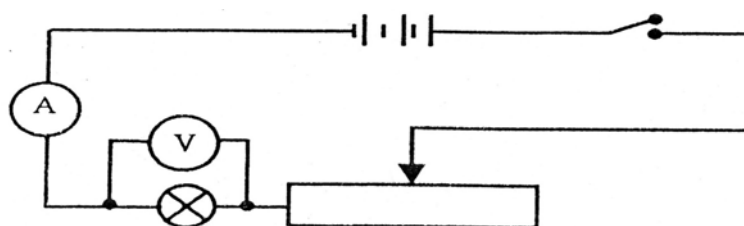

Рисунок 16 – Схема для исследования зависимости мощности от напряжения
1) собрать цепь по схеме (рисунок 16):